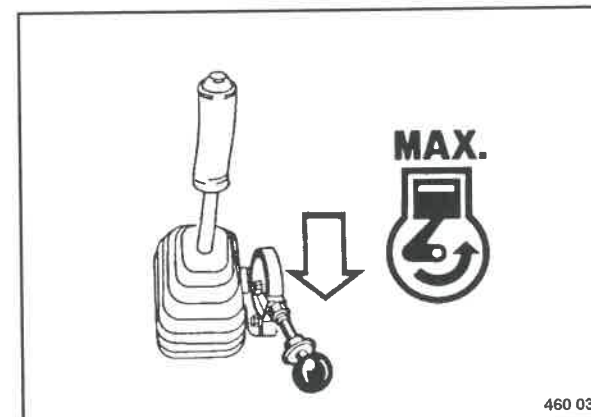

Fig. 48
- Porre la leva regolazione di giri (Fig. 48) in posizione "MAX" e farla scattare.